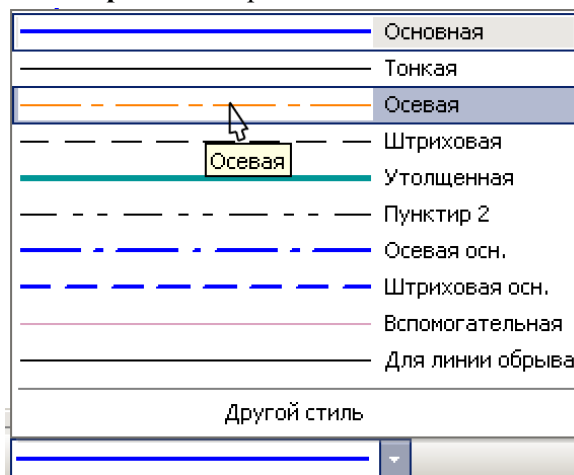

Рис. 3.2. Окно выбора текущего стиля линии
1.9. В **Панели свойств** команды **Отрезок** выберите из списка стиль линии **Осевая** (рис. 3.2).